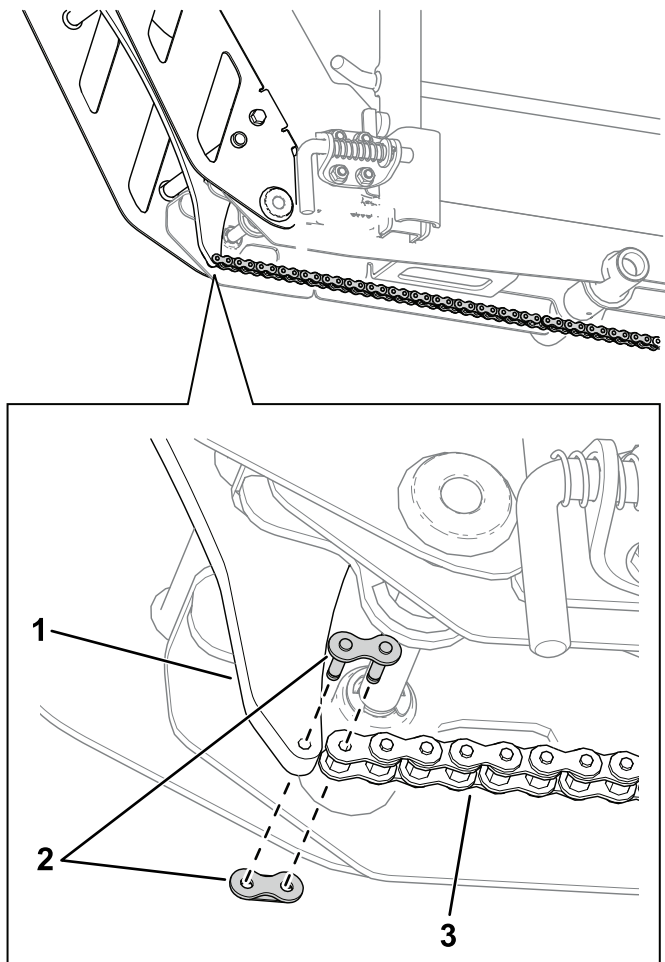

Figure 17
11. Utilisez un maillon pour connecter chaque chaîne sur les rampes (Figure 17).